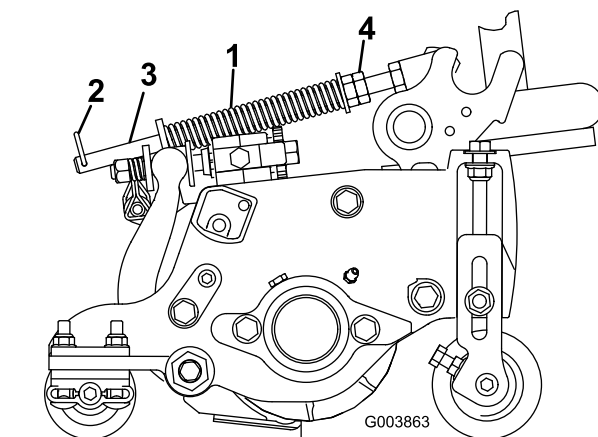

图 54
草坪补偿弹簧图 54 可将重量从前滚筒转移至后滚筒。这有助于减少草坪的波动图形也称为波浪形或摆动形。
1. 确保发卡销安装在弹簧杆的后孔内图 54。
2. 拧紧弹簧杆前端的六角螺母直至压缩后的弹簧长度为 159mm 请参阅图 54。